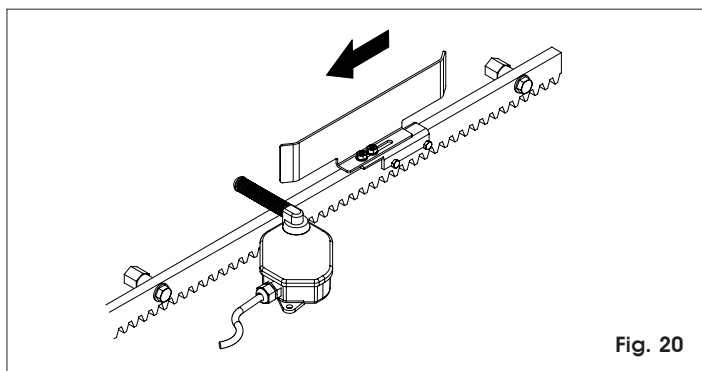

Fig. 20
- 7) Faire glisser la plaquette sur la crémaillère dans le sens de fermeture (Fig.20).